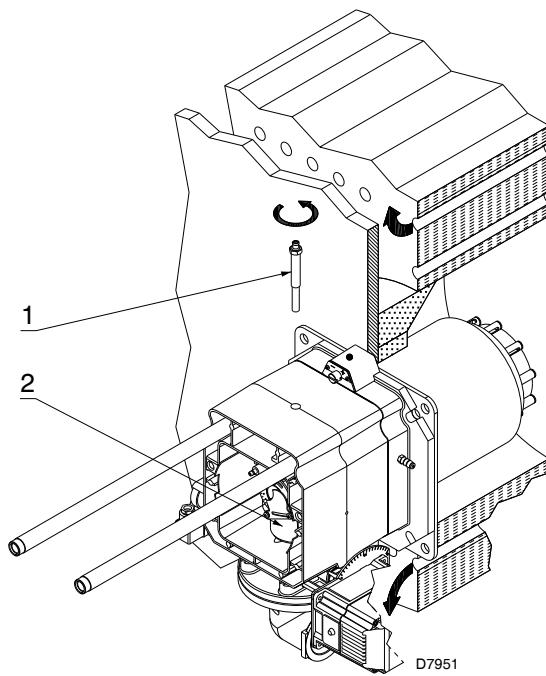

图 14
- 拆下螺丝 1(图 14)
- 取出燃烧头的内部部件 2(图 14)，进行调节。
在安装的这一步中，将燃烧头固定到锅炉上，如图 14 所示。